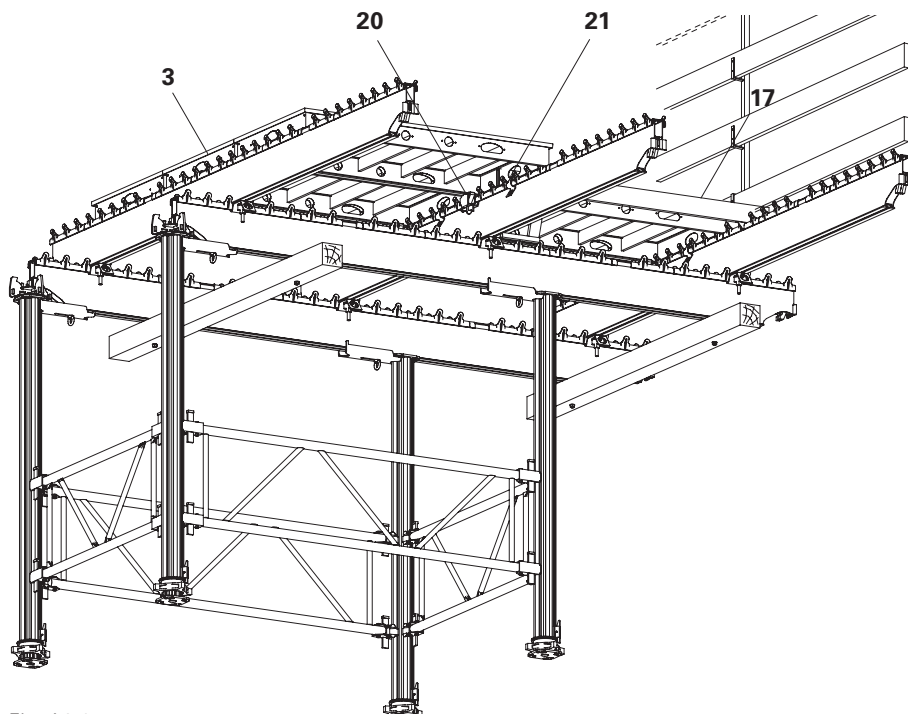

Fig. A9.05
2. Fissare gli elementi centrali agli elementi anteriori (esterni) con altre 2 molle SPKK (20) ciascuno.
4. Fissare il montante SGP e le tavole del parapetto come protezione anticaduta. (Fig. A9.05)